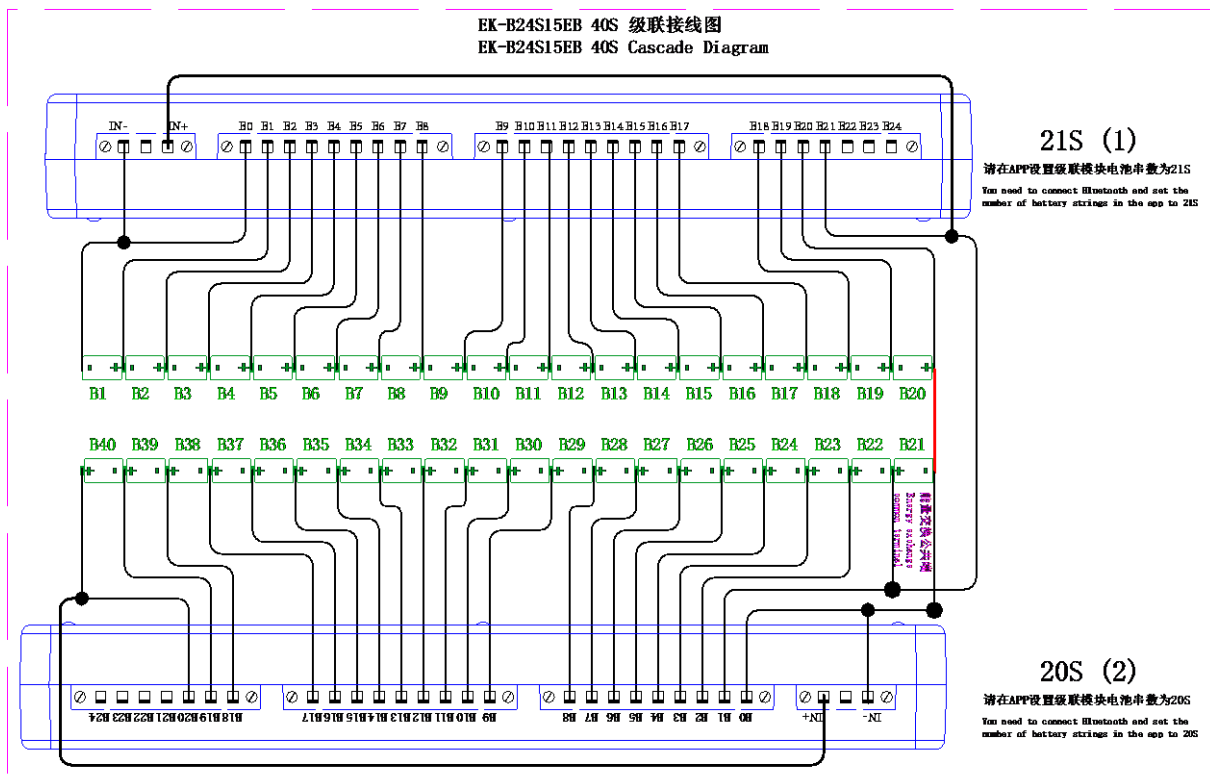

图 8.2.4
- ④. 级联使用时，“IN-”接到该均衡器连接电池组的最低串，“IN+”接到该均衡器连接电池组的最高串，如图 8.2.4 所示；
- ⑤. 级联使用时，每两个均衡器之间至少有一个“能量交换公共端”，在焊接时，请注意此处的连接是否正确，是否存在虚焊假焊等现象。
- ⑥. 级联使用为高压使用环境，请反复检查接线是否有误，如连接后无法使用，请联系售后人员咨询相应的级联接线图。